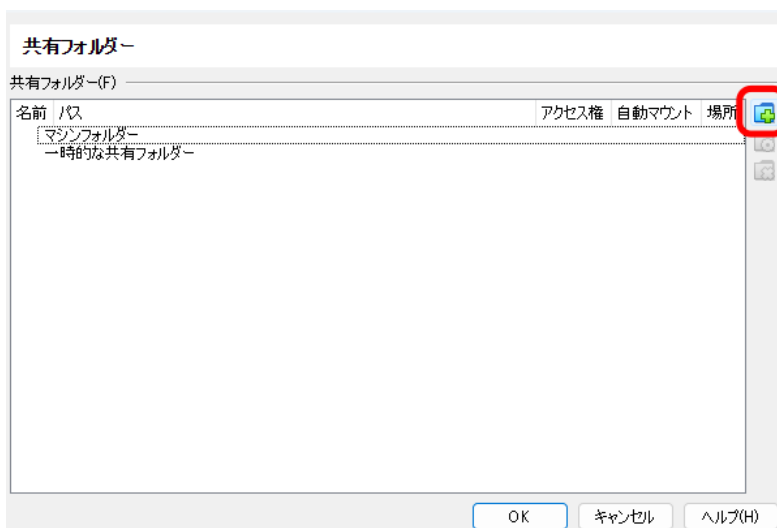

図 3.6 共有フォルダー設定
2. 「図 3.6. 共有フォルダー設定」 の赤枠で示したアイコンをクリックします。